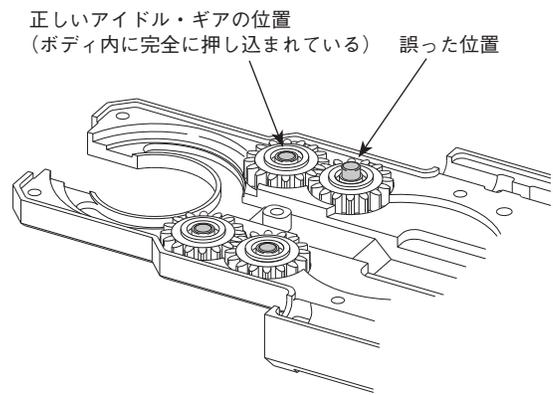

図 34：マイクロ・ウェルド・ヘッド・ハウジング内の正しいアイドル・ギアの位置
11. マイクロ・ウェルド・ヘッド・ハウジングにアイドル・ギアを元通りに取り付けます。その際に、アイドル・ギアの回転軸がボディ内に押し込まれていることを確認します (図 34)。